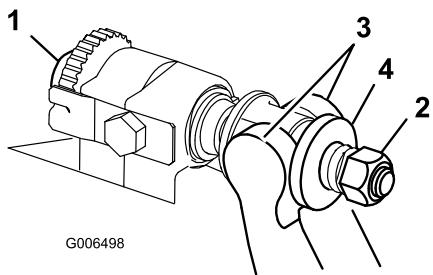

Figura 25
- Ruotate le viti di regolazione della barra di appoggio in senso antiorario per allontanare la controlama dal cilindro (Figura 25).
- Allentate il dado di tensione della molla, finché la rondella non sarà più in tensione contro la barra di appoggio (Figura 25).